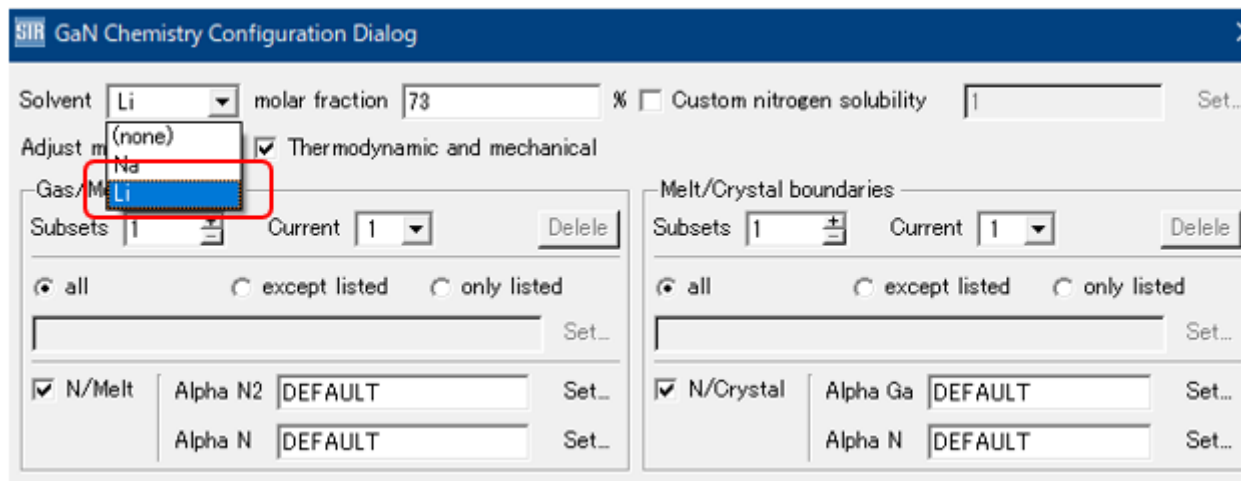

図 3. Flux-GaN の Flux 種選択画面
- GaN 溶液成長の Chemical Model の改良 (Flux 種の追加 : Li) (図 3)